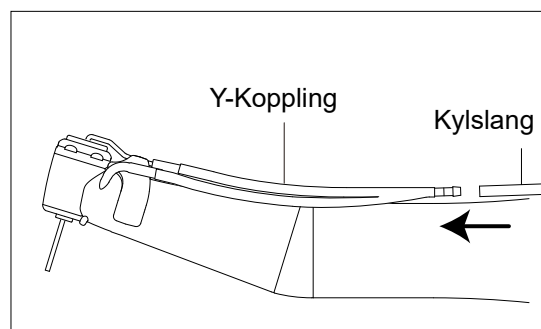

Fig. 4
- 2) Anslut bevattningsslangen till Y-kopplingen stadigt. (Fig. 4)